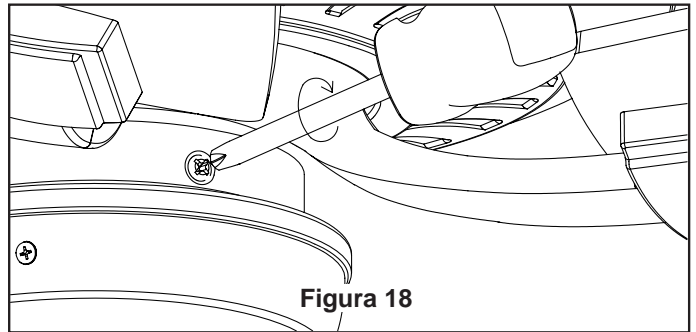

Figura 18
2. Ensamble la caja del interruptor al adaptador de la caja con tres tornillos. (Figura 18)